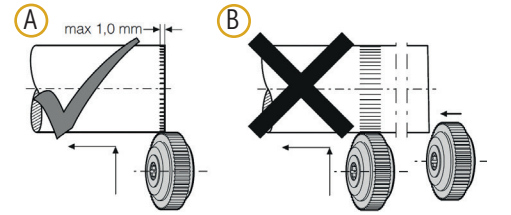

Fig. 7: ローレット開始位置
加工開始地点はワーク端面から1mm以内にしてください。X方向に食いつかせ10~15回転ドゥエルをとってからZ方向に移動させてください。(図7, A)。
注意! ワークのX方向食いつかせずZ方向から加工したりワーク中間部から加工開始しないでください (図7, B)
正常に加工が行われると設定した加工深さに到達します。設定した深さに到達せず形状が不完全な場合は加工条件やワークの突き出し、ツールのセッティングを確認してください。理論上の最大加工深さ (1/2ピッチ) で設定すると図7の①のような形状になります。切込み深さが小さかったりワークが逃げると②のような形状になります。加工特性上ローレットの山の形状を制御することは難しいので①と②の間であれば問題ありません。